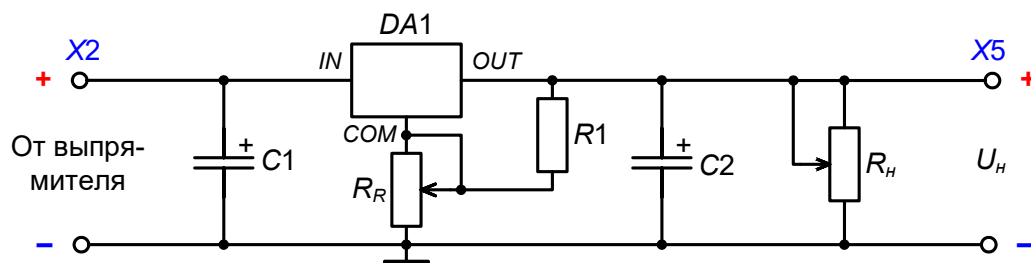

Рис. 2.2. Регулируемый стабилизатор положительного напряжения
1.1. Не включая питания, переключить тумблер $S1$ в положение III, что соответствует подключению схемы стабилизатора, приведенной на рис. 2.2. При этом на схеме выпрямителя I должна быть подключена емкость $C1$.